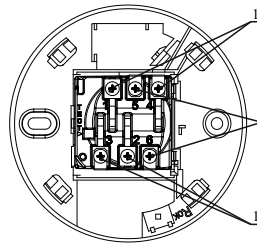

Рисунок 4 – Вид со стороны установки извещателя
- 4.10 Для удобства монтажа экранированных кабелей линии связи в основаниях W1.03, W1.06, W2.03 и W2.06 предусмотрены площадки с винтовыми контактами (рисунок 4). Подключение оплетки экрана следует производить аналогично подключению проводов линии связи (с обеих сторон винта).